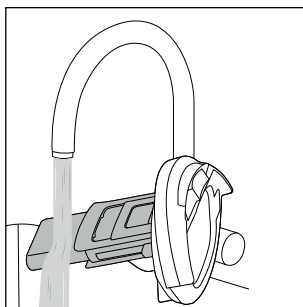

Fig. 25
- ♦ Rengør snavsfilteret **10**, svømmeren **8** og låget til beholderen til snavsset vand **9** under rindende, varmt vand (se fig. 25). Brug et mildt rengøringsmiddel ved behov.